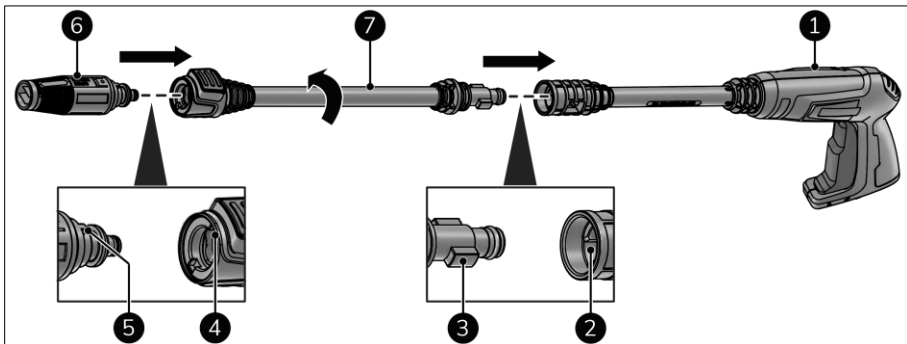

Abbildung 11
1. Richten Sie den Steg der Düse (Abbildung 11, Pos. 5) mit der Nute in der Verlängerungslanze (Abbildung 11, Pos. 4) aus.
2. Führen Sie die Düse (Abbildung 11, Pos. 6) in die Verlängerungslanze (Abbildung 11, Pos. 7) ein.
4. Richten Sie den Steg der Verlängerungslanze (Abbildung 11, Pos. 3) mit der Nute in der Strahlpistole (Abbildung 11, Pos. 2) aus.
5. Führen Sie die Verlängerungslanze (Abbildung 11, Pos. 7) in die Strahlpistole (Abbildung 11, Pos. 1) ein.